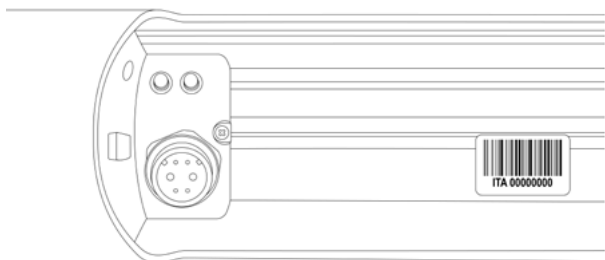

FIG. 19
- Al fine di rendere operante la presente garanzia, si dovrà compilare il form online a cui si accede mediante QR CODE o collegandosi direttamente al sito [warranty.mmbike.it](http://warranty.mmbike.it) entro e non oltre 15 giorni dalla data di acquisto della bicicletta. Saranno necessari il numero seriale e la fotografia della prova d'acquisto del rivenditore autorizzato. Il numero seriale è stampato sull'etichetta posta nella slitta della batteria e sulla batteria stessa. (Fig. 19)